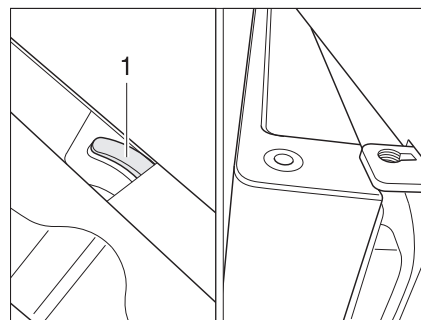

Fig. 140 Puerta del frigorífico en posición de ventilación (Dometic de la serie 7)
- Empujar el bloqueo completamente hacia la derecha. La puerta del frigorífico se fija con ayuda del bloqueo (Fig. 140,1). De este modo, la puerta del frigorífico quedará ligeramente abierta (Fig. 140).